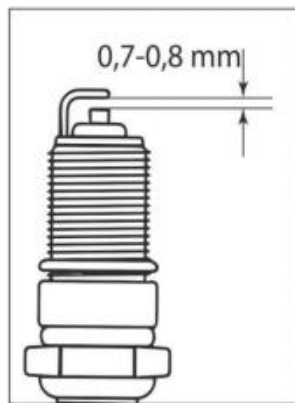

Fig. 27
7. Controllare la distanza tra l'elettrodo di massa e l'elettrodo centrale utilizzando una sonda speciale. Se necessario, regolare la distanza a 0,7-0,8 mm (Fig. 27).